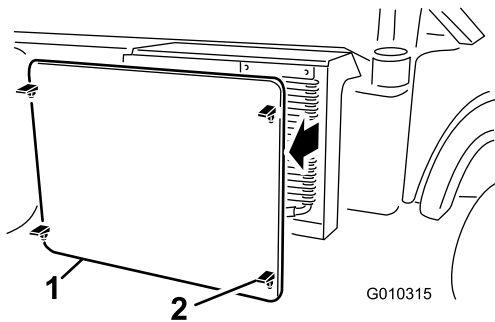

Figure 60
2. Déverrouillez et enlevez l'écran devant le radiateur (Figure 60).